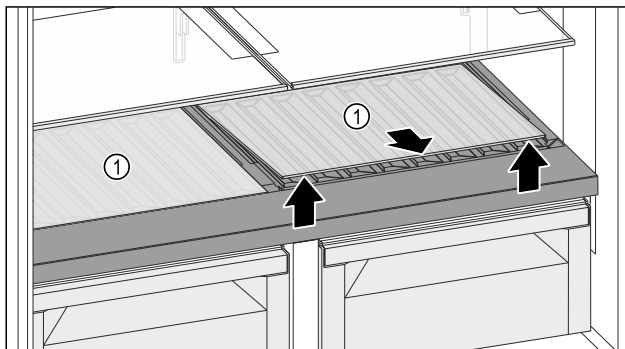

Fig. 131
- Sollevare un ripiano di vetro o entrambi i ripiani di vetro Fig. 131 (1) dall'incavo anteriore e rimuoverlo/i.
- Conservare i ripiani di vetro Fig. 131 (1) (uno o più) fuori dall'apparecchio in un luogo sicuro.